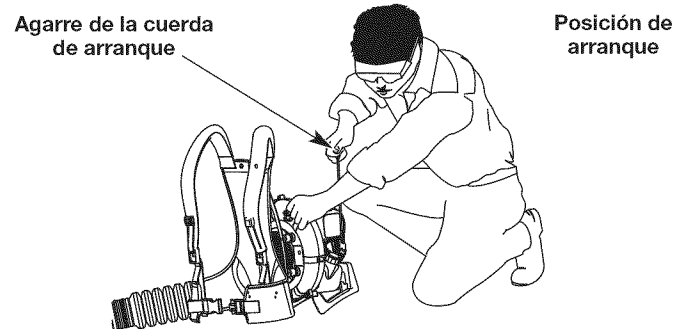

Fig. 12
ADVERTENCIA: Evite arrancar la unidad por accidente. A fin de evitar lesiones graves, el operador y la unidad deben estar en una posición estable al tirar de la cuerda de arranque (Fig. 12).
5. Agáchese en la posición de arranque (Fig. 12).
6. **NO** apriete el control del regulador. Tire de la cuerda de arranque unas **5 veces** con movimiento regulado y firme (Fig. 12).